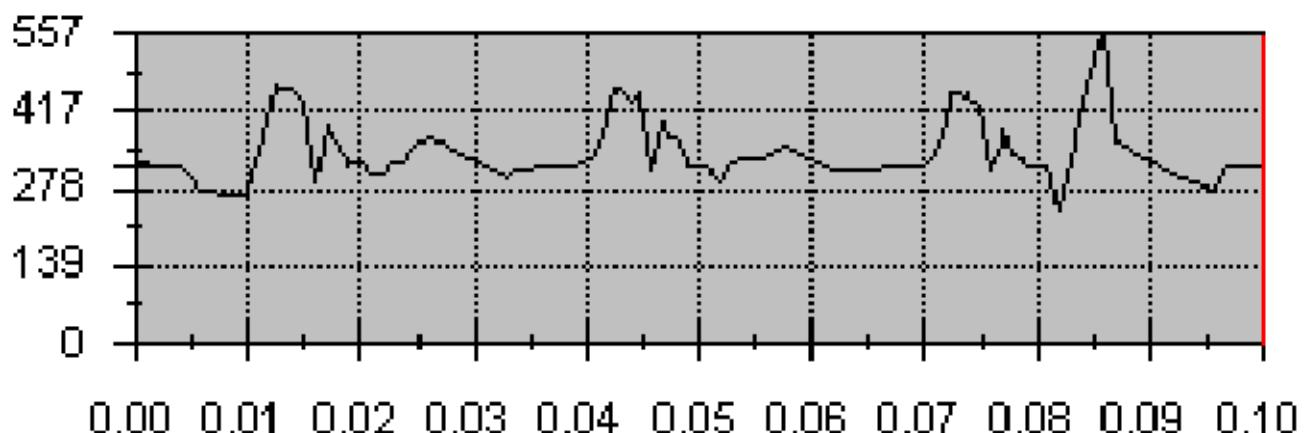

Рис. 5.7. Епюра величини сили контакту між шатуном і стержнем кулачка (Н) на час (с)
8.5. Епюра сил контакту автоматично оновиться (рис. 5.7).